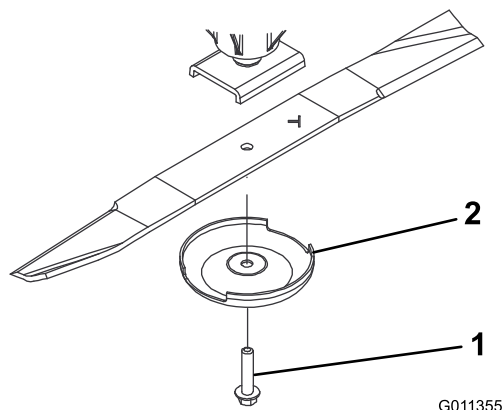

Рисунок 102
3. Снимите болт ножа, защитный колпак и нож с вала шпинделя (Рисунок 102).